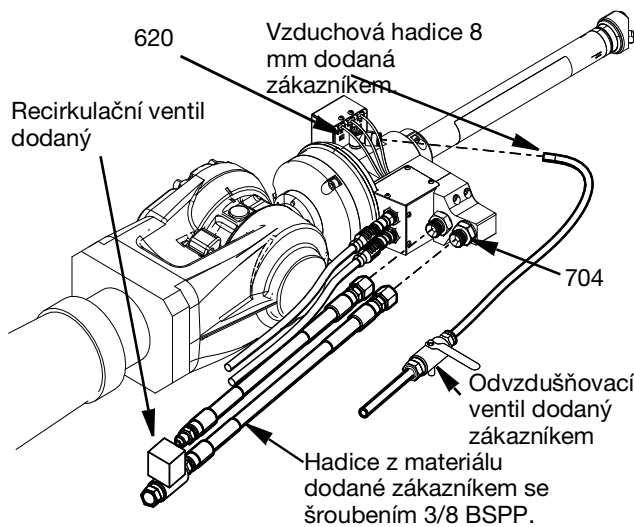

FIG. 6
Přívod vzduchu je připojen k pistoli Switch 3D pomocí polyuretanové hadice 8 mm k otočnému šroubení (620) na straně tělesa otočného čepu (619). Zákazník musí nainstalovat odvětrávací ventil mezi přívod vzduchu a připojení pistole Switch 3D. Viz FIG. 6.
Přívodní a vratné hadice na materiál používají šroubení 3/8 BSPP. Přívodní hadice materiálu je připojena k hrdlu označenému „Inlet“. Hadice pro zpětný odvod materiálu je připojena k hrdlu označenému „Return Inlet 2“. (Pokud není vybrána žádná cirkulace, hrdlo „Return Inlet 2“ je uzavřené zátkou 3/8 BSPP (132879). Pokud jsou vybrány dva materiály, jsou připojeny obě hrdla jako vstupy (není možné použít hrdlo jako zpětné vedení). Viz FIG. 6.
- b. Zkontrolujte správnou funkci solenoidových ventilů (613) zobrazených na straně 30 se součástmi komory otočného čepu, a to otevřením a zavřením každého ventilu ze závěsného ovládacího panelu robota a poslechem zvuku pístu, který je v provozu.
- e. Otevřete ventil recirkulace dodaný zákazníkem a profoukněte materiál skrze ventil, dokud nebude odstraněn veškerý zachycený vzduch ve zpětném vedení materiálu. Viz FIG. 6.
3. Uvolněte veškerý tlak vzduchu do vzduchového potrubí uzavřením odvzdušňovacího ventilu dodaného zákazníkem. Viz FIG. 6.
4. Pokud je koncovka trysky nebo hadice materiálu ucpaná, nebo pokud po provedení výše uvedených kroků nebyl zcela uvolněn tlak, velmi pomalu uvolněte hadici materiálu dodanou zákazníkem ze vstupního šroubení 3/8 in. BSPP (704), (viz také FIG. 6).